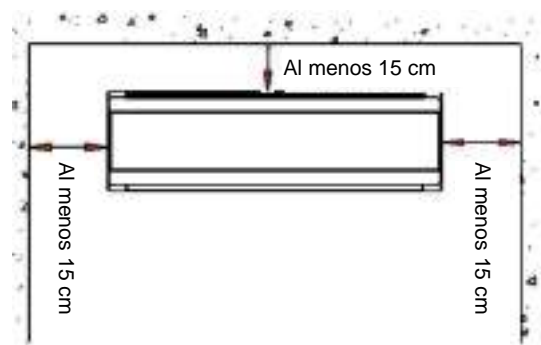

Fig. 1
- Asegure una distancia como la indicada en la Fig.1.
- La parte trasera de la unidad interior deberá estar pegada a la pared (Fig.1)